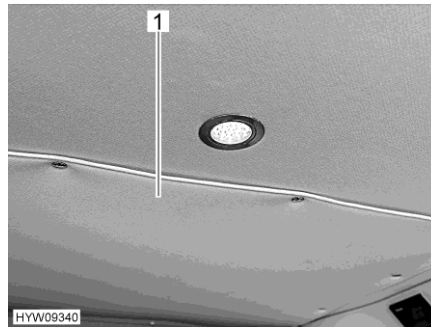
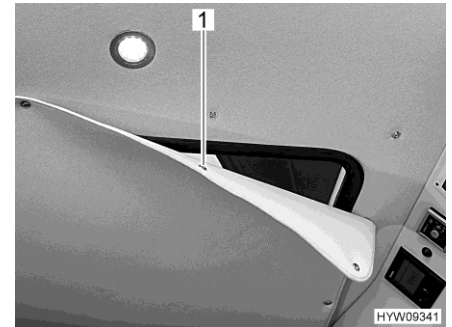

Bild 33 Abdeckung (geschlossen)
Bild 34 Abdeckung (teilweise geöffnet)
- Abdeckung (Bild 33,1) am Dachhimmel des Wohnbereichs abnehmen. Dazu ringsum die Druckknöpfe (Bild 34,1) lösen.
- Durchgang zum Schlafdach mit Abdeckung (Bild 33,1) verschließen.